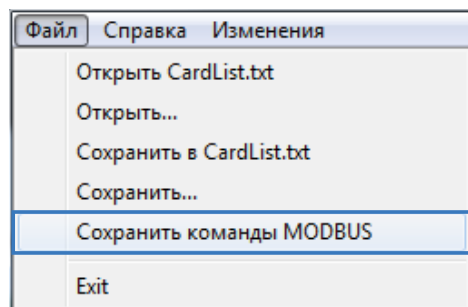

Рис.10. Сохранение команд Modbus.
- выберите *Главное меню – Меню «Файл» – Сохранить команды Modbus* (Рис.10). После этого программа создаст файл `ModbusCommands.txt` в папке, в которой расположена программа, и запишет в этот файл команды для удаленной настройки считывателя;
- выберите *Главное меню – Меню «Файл» – Сохранить команды Modbus* (Рис.10). После этого программа создаст файл ModbusCommands.txt в папке, в которой расположена программа, и запишет в этот файл команды для удаленной настройки считывателя, в том числе и команды для записи списка карт;